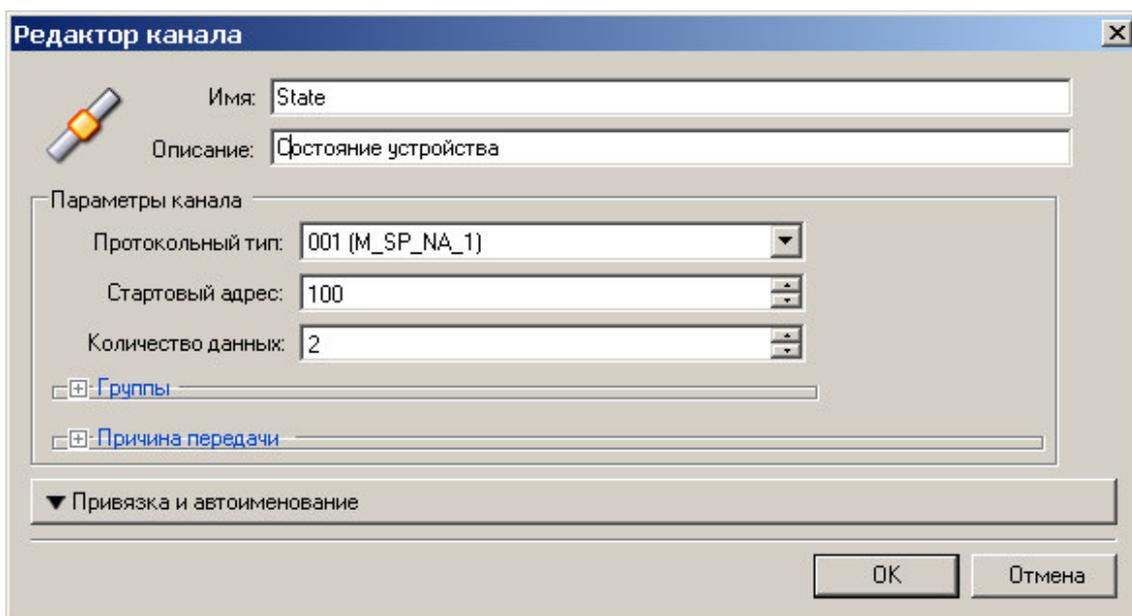

Рисунок 3.20 – Редактор канала. Создание группы сигналов State
- *Вторая группа* – состояние устройства (рисунок 3.20):